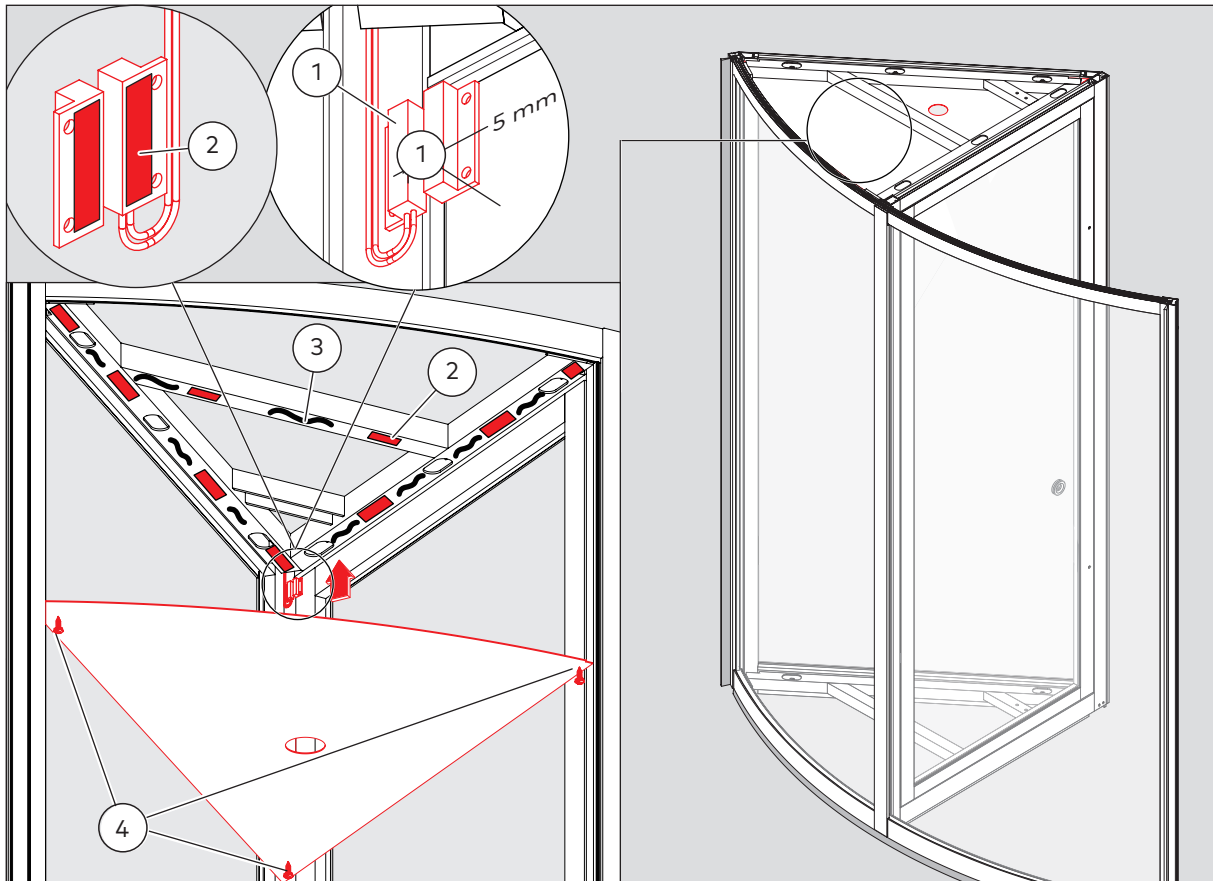

Abb. 77 Montage der Decke und des Sicherheitsschalters der Vitrinentür
4. Den Endschalter (Abb. 77/1) mit Klebeband (Abb. 77/2) anbringen.
5. Die Decke mit Klebeband (Abb. 77/2), Silikon (Abb. 77/3) und 3 Schrauben (Abb. 77/4) fixieren.